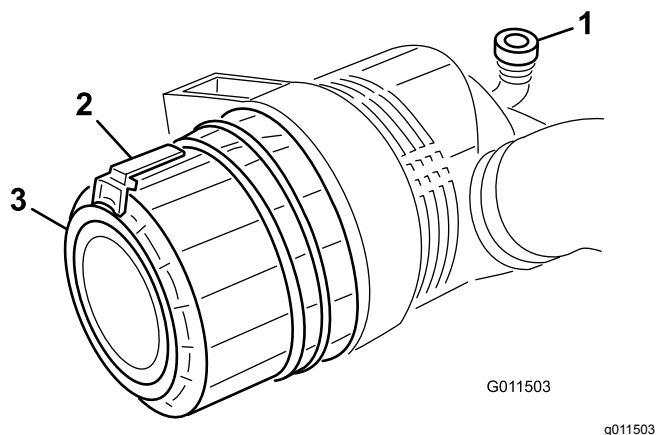

Рисунок 73
2. Оттяните защелку наружу и поверните крышку воздухоочистителя против часовой стрелки (Рисунок 73).